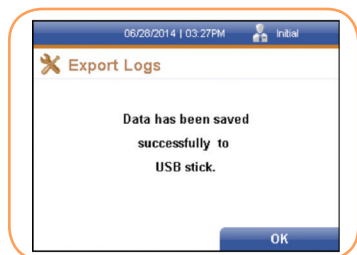

FIGURA 125
3. Se mostrará una ventana que confirmará que los datos se han guardado correctamente en un dispositivo USB (Figura 125).